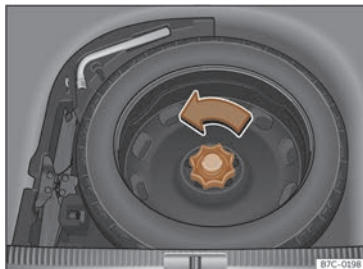

Fig. 208 Al maletser: pis de càrrega alçat.
- Gireu la rodeta en sentit contrari al de les agulles del rellotge» fig. 208 .